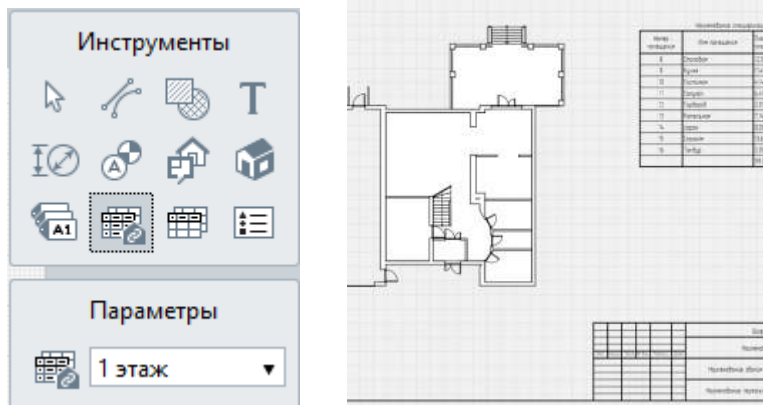

Рисунок 11.4 – Эクスпликация помещений
4. Добавьте на лист *Спецификацию –«1 этаж»* (и то и другое делается из панели инструментов), рис.11.4